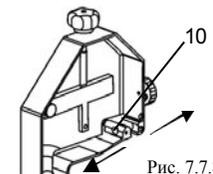

Рис. 7.7.8
- Снимите бобышки направляющей пыльного полотна "10», как показано стрелками на рис. 7.7.8 и промойте их моющим средством pH 7.